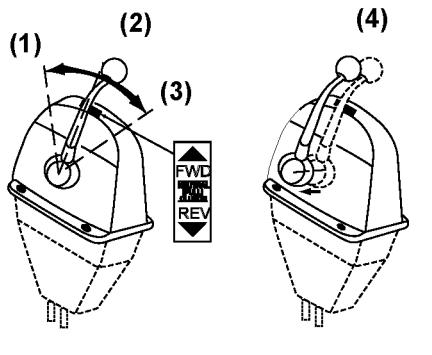

Figura 15
(Figura 15, (1)) - O veio de transmissão é engatado e o motor propulsiona a embarcação para a frente.
NEUTRO (N) (Figura 15, (2)) - O veio de transmissão é desengatado do propulsor e o motor colocado em ralenti.
MARCHA-ATRÁS (REV) **(Figura 15, (3))** - O veio de transmissão é engatado e o motor propulsiona a embarcação para a ré.
Com a alavancas na posição NEUTRO, puxe a alavancas para fora da consola **(Figura 15, (4))** para desengatar a embraiagem.